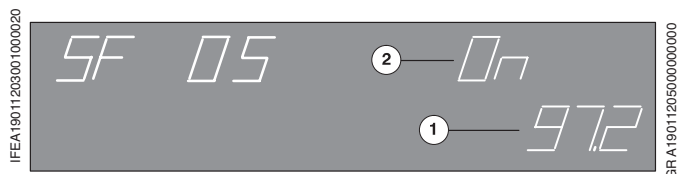

Рис. 1 Специальная функция SF 05: смена рубашки печатного цилиндра
Специальная функция SF 05 показывает текущее **градусное значение машины** (Рис. 1/①); во время индикации можно кнопкой + подвести офсетный цилиндр к печатному цилиндру; на дисплее появится "On" (Рис. 1/②). Отвод офсетного цилиндра от печатного цилиндра осуществляется кнопкой - ; на дисплее появится "OFF".
Индикация **градусного значения** на дисплее мигает (Рис. 1/①), светодиод в кнопке "Блокировка" мигает быстро, если машина стоит в заданном градусном диапазоне (см ниже).